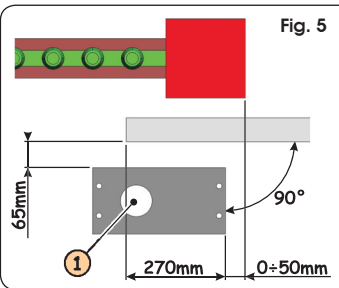
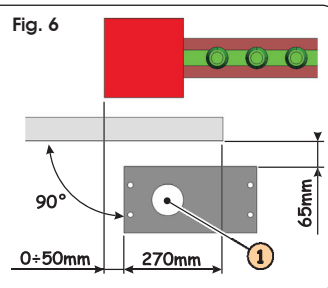

Fig. 5
Fig. 6
2. Die Gründungsplatte ist laut Angaben in Abb. 5 (rechtsschließend) oder Abb. 6 (linksschließend) zu positionieren, um das ordnungsgemäße Eingreifen zwischen Ritzel und Zahnstange zu gewährleisten.